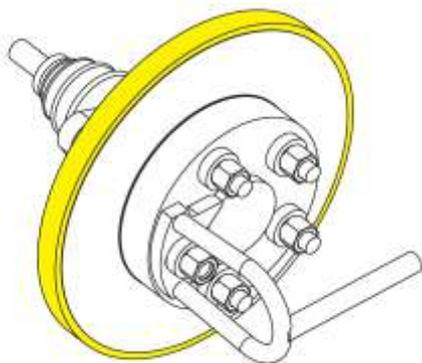

Fig. 61
6. Otez la courroie en caoutchouc du disque de frein, fig. 61.